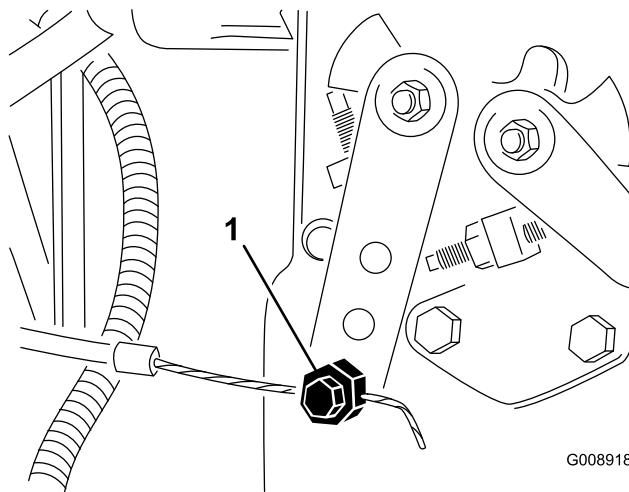

Figura 57
- Allentate il raccordo del cavo dell'acceleratore sulla leva della pompa di iniezione (Figura 57).